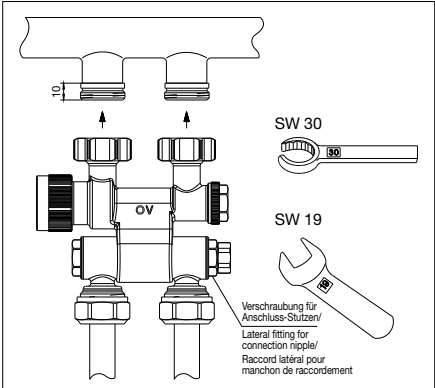

Bild 3 / Illust. 3 / Fig. 3
2. Visser le «Multiblock TF» (Fig. 3) sur le radiateur (couple 20 – 30 Nm). Le sens de circulation n'a aucune importance. La position aller et retour dépend du radiateur. Les instructions correspondantes au radiateur sont à respecter!
Attention: Après l'alignement des manchons de raccordement, ceux-ci sont à serrer solidement à l'aide des raccords (Fig. 3) latéraux (clé de 19)!
2. Den „Multiblock TF“ (Bild 3) an den Heizkörper schrauben (Drehmoment 20 - 30 Nm). Die Durchströmungsrichtung durch den „Multiblock TF“ ist beliebig. Die Position von Vor- und Rücklaufanschluss ist vom Heizkörpertyp abhängig. Entsprechende Produktbeschreibung beachten!
Achtung: Nach dem Ausrichten der Anschluss-Stutzen diese mit den seitlichen Verschraubungen (Bild 3) fest anziehen (SW 19)!